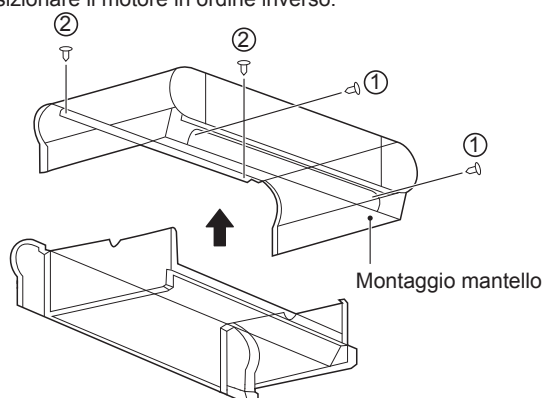

Figura 4-4 Rimozione dell'involucro
- Rimuovere le viti come illustrato in Figura 4-4 ①*2 e ②*2 e quindi l'involucro.